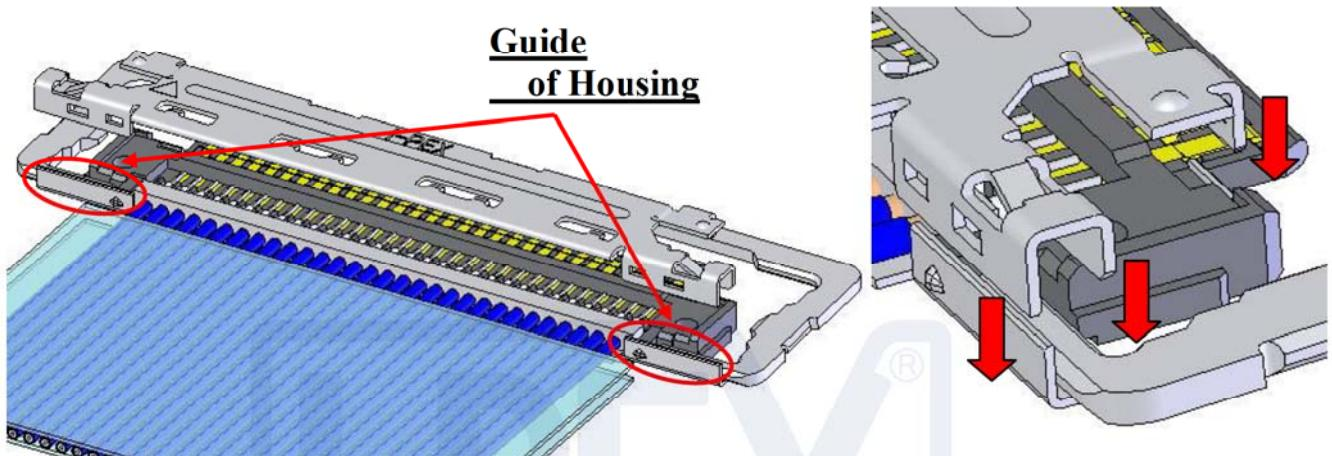

Fig.4 Assembly of SHELL A
①Fig.4 の様にケーブル側から HOUSING のガイド部に沿って SHELL A を組み付ける。
SHELL A is assembled along the guide of HOUSING from the cable side. (See Fig.4.)